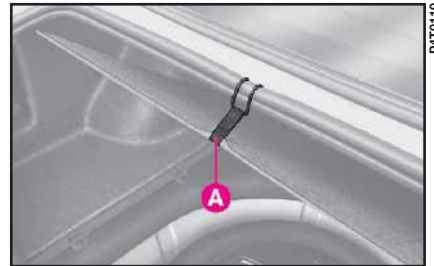

fig. 2
4) Abra el maletero, levante la alfombra de revestimiento del piso y enláncela al borde superior utilizando la correa específica A (fig. 2).